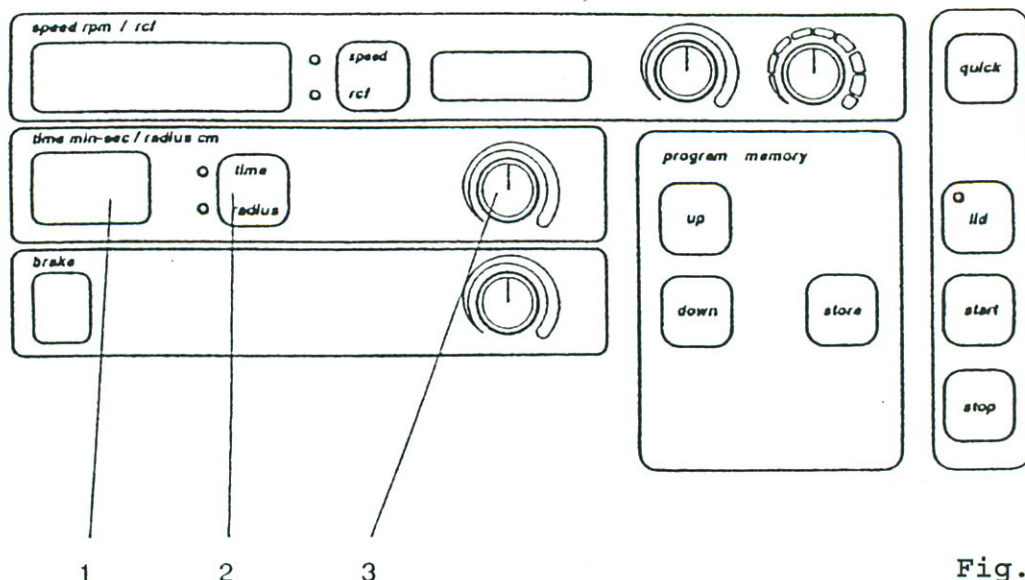

Fig. 4
#### 4.5 Indstilling af tid. (FIG. 4).
Hold knappen (2) inde og indstil den valgte radiuskorrektion med knappen (3). Værdien aflæses i displayet (1). Knappen (2) slippes, og den indstillede tid fremkommer igen i displayet (1). Radiuskorrektionen kan aflæses til hver en tid ved tryk på knappen (2). (Se fig. 4).